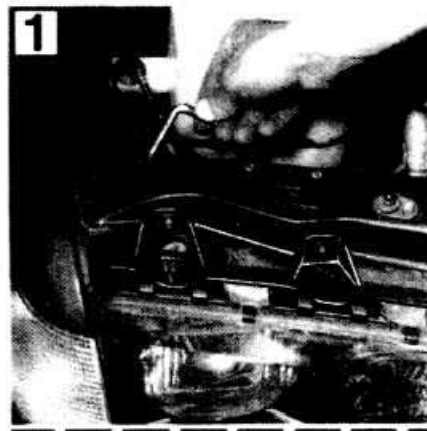

Рис. 14-12. Регулировка светового пучка фар:
При отворачивании винтов придерживать ключом регулировочные гайки 1 (рис. 14-12), чтобы не нарушить регулировку светового пучка фар.
- Отрегулировать свет фар, поворачивая винты регулировки в вертикальной (1) и горизонтальной (2) плоскостях с помощью шестигранного ключа (рис. 14-12).